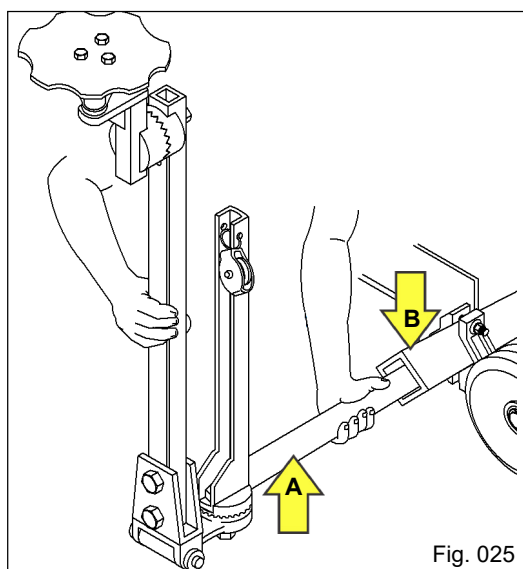

Fig. 025
- Introduza o tubo maior ("A" Fig. 025) do marcador de linha na barra porta ferramentas ("B" Fig. 025).